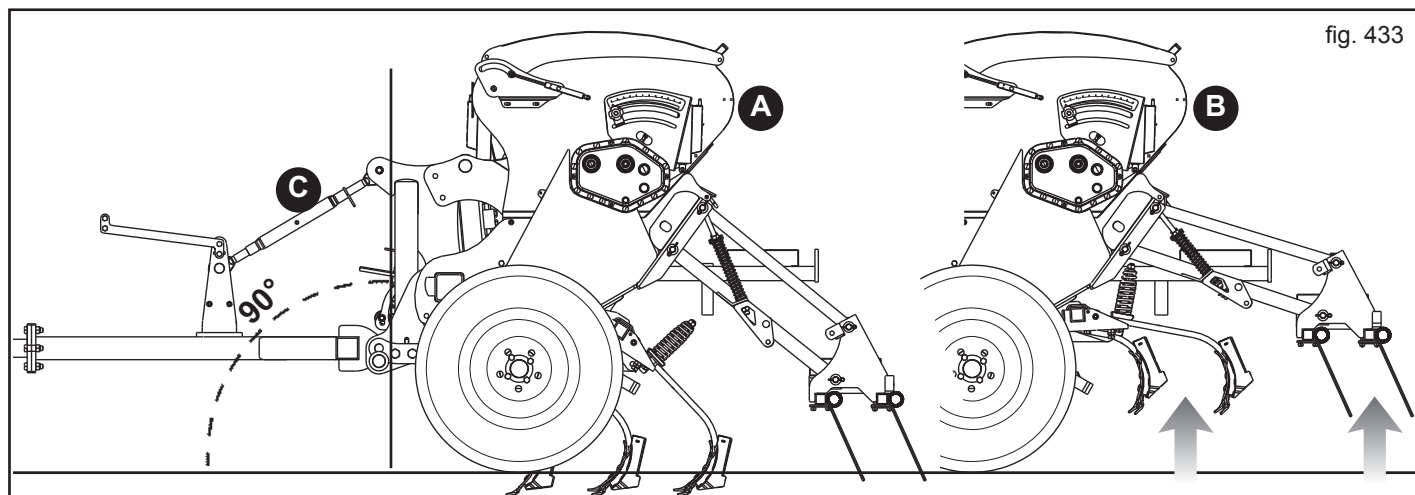

fig. 433
Auf Anfrage hin kann die geschleppte Sämaschine umgerüstet werden, um das Gerät fahrbar zu machen (Abb. 433). Auf Raupenschleppern angebracht ist die gefahrene Sämaschine ideal für Hügelaussaaten.
- 1) Das Gerät an den Zughaken des Traktors anschließen. Den Kupplungsbolzen mit dem entsprechenden Sicherungstift sichern; anhand der Einstell-Spannstange (C, Abb. 433) die Sämaschine so verstellen, dass sie rechtwinklig zum Boden steht (Abb. 433).
Die Übersetzung wird beim Hochheben des Geräts in die Transportposition automatisch ausgekuppelt (B, Abb. 433).